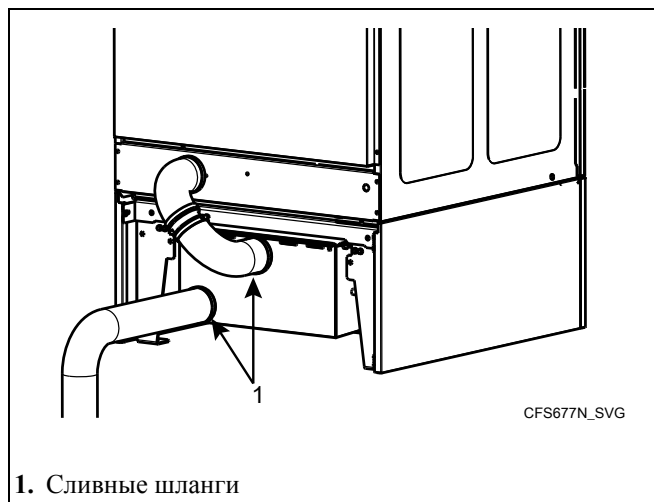

Рис. 49
4. Снимите фиксаторы и сливные шланги с корпуса фильтра на задней стороне машины. См. Рис. 49.